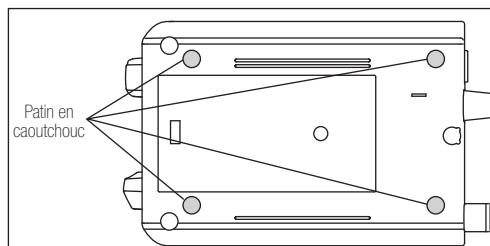

Fig.5
- 2) Montez les patins en caoutchouc à l'endroit approprié indiqué sur la Fig 5.